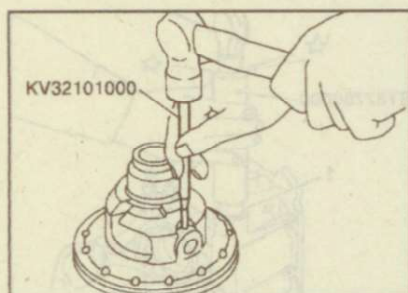

Рис. 9.132. Установка цилиндрического штифта крепления оси сателлитов
8. Совместите отверстие в оси сателлитов с отверстием в коробке дифференциала и вставьте цилиндрический штифт (рис. 9.132).